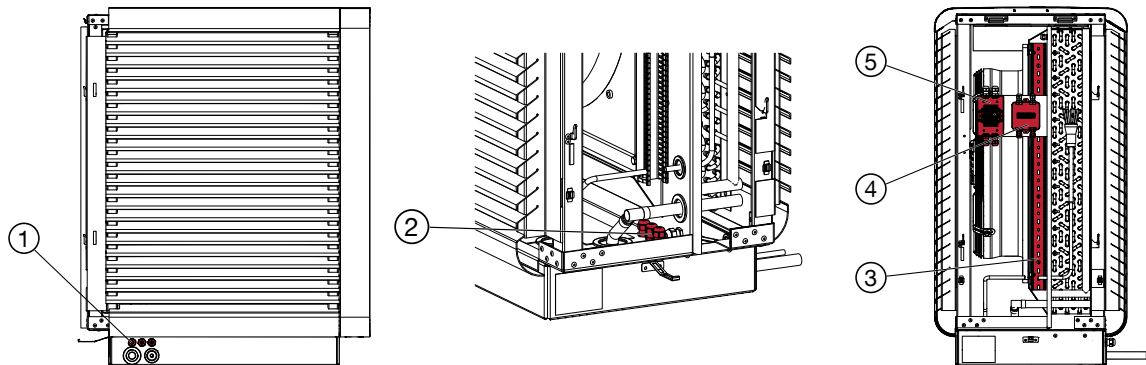

Abb. 9: Elektroanschlüsse
Die elektrischen Kabel müssen von hinten durch die dafür vorgesehenen Kabelverschraubungen (1) in den Außenluft-Wandverdampfer geführt werden. Im Inneren des Außenluft-Wandverdampfers befindet sich erneut eine Kabelverschraubung (2), welche genutzt werden muss um die Kabel in den Kabelkanal (3) zu führen. Vom Kabelkanal sind die Kabel für die Steuerleitungen in die Abzweigdose (4), und die Stromversorgung in die Abzweigdose (5) zu verlegen und anzuschließen (siehe Abb. 9).